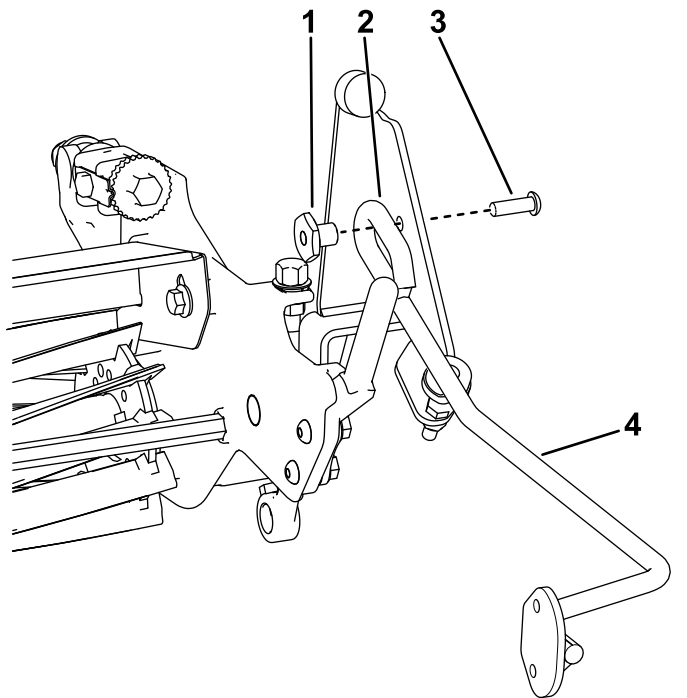

Figura 3
6. Instale uma barra da escova com um parafuso de cabeça sextavada interior (5/16 x 1 pol.) e uma porca espaçadora (Figura 3).
Certifique-se de que o aro soldado na barra da escova está posicionado como se mostra na Figura 3.